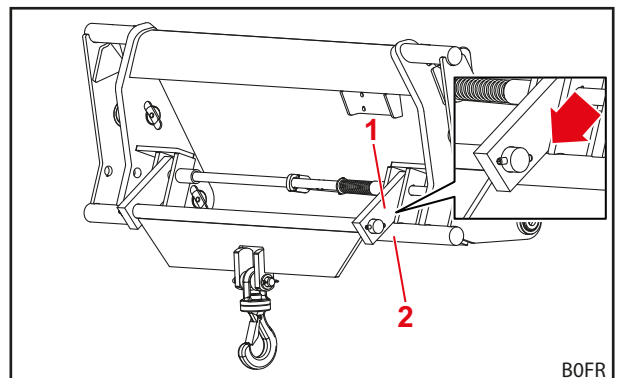

Fig. 91 Redskapets position för lasttransport
- (1) Om det inte finns någon nedsänkningssäkring: Sänk ner frontlastaren till marken.
- (2) Fäst lasten i kroken.
- (3) Lyft upp frontlastaren tills lasten hänger fritt.
- (4) Placera redskapet så att fästjärnen ligger på kopplingsramens nedre tvärstag (se Fig. 91).
- (5) Kör mycket försiktigt till lossningsplatsen.